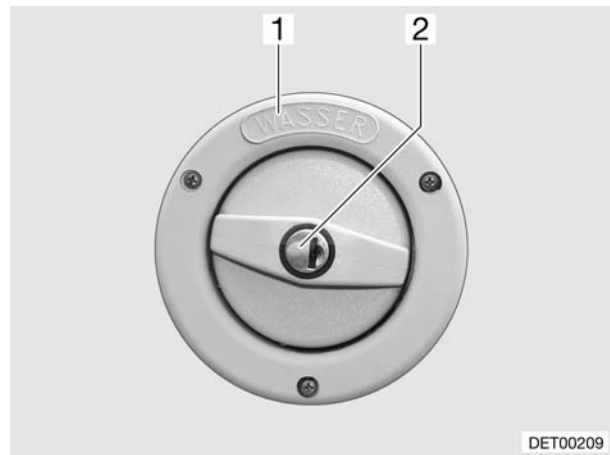

Fig. 90 Coperchio per bocchettone di riempimento dell'acqua potabile
▷ Il bocchettone di riempimento dell'acqua potabile è contraddistinto dalla scritta "WASSER" (acqua) (Fig. 90,1). Il coperchio viene aperto o chiuso con la chiave per le serrature degli sportelli esterni.
- Inserire la chiave nel cilindro della serratura (Fig. 90,2) e girare in senso antiorario.
- Rimuovere il coperchio (Fig. 90,2) dal bocchettone di riempimento dell'acqua potabile (vedi paragrafo 10.3.1).